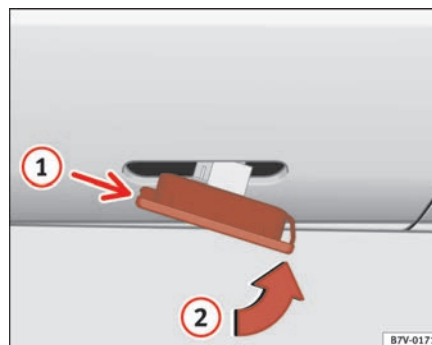

Fig. 164 Intermitente lateral
- Coloque el intermitente en primer lugar en el orificio de la carrocería, encajando las pestañas ① ⇒ fig. 164 y a continuación, coloque la lámpara como indica la flecha ②. ■